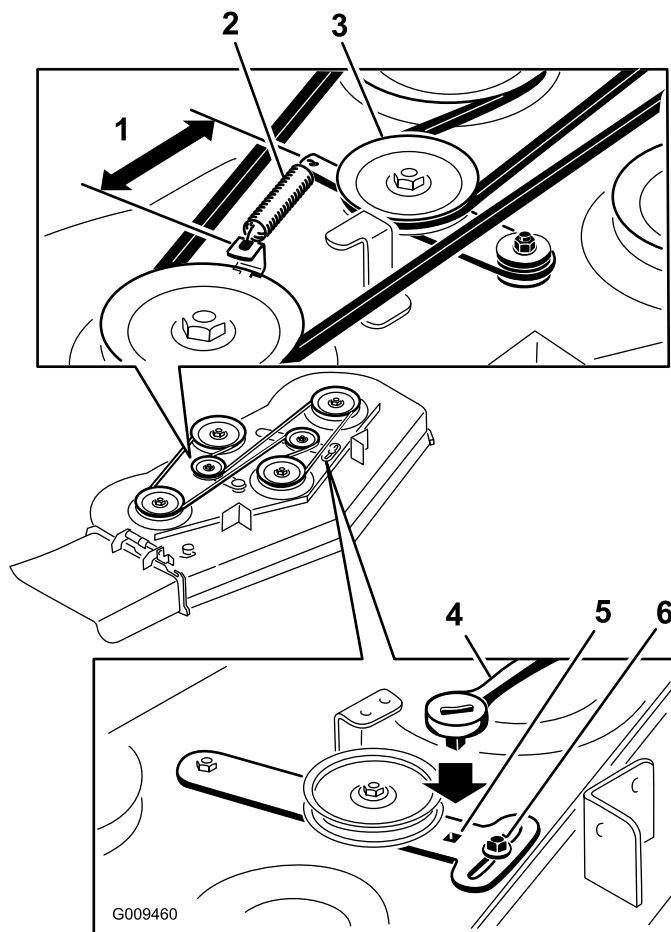

Figura 66
5. Retire a correia do cortador gasta (Figura 66).
6. Instale a nova correia do cortador em torno das polias da plataforma e da polia da embraiagem (Figura 66).
7. Utilizando um roquete no braço intermédio, aperte a polia intermédia até que a mola tenha um alongamento de 14,6 cm de gancho a gancho (Figura 66).